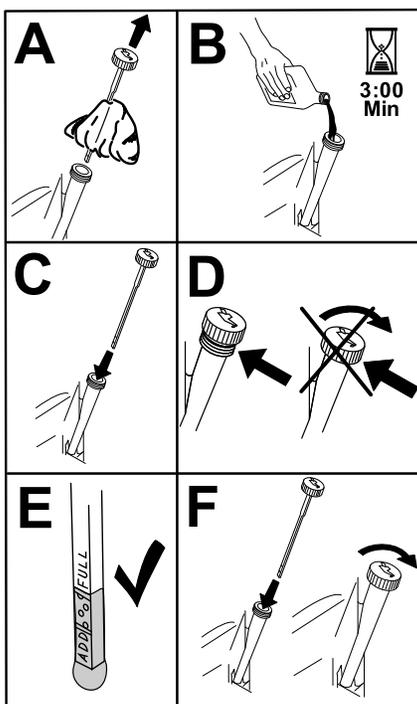

Figura 33
8. Deite cerca de 80% do óleo especificado no tubo de enchimento e adicione lentamente o óleo adicional até chegar à marca **Cheio** (Figura 33).